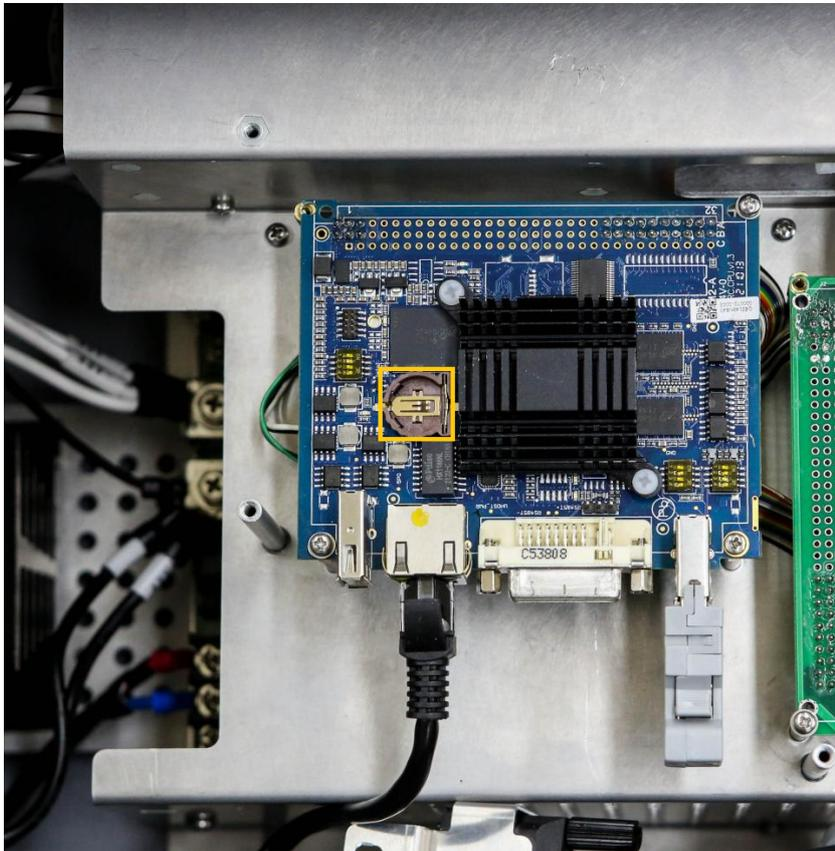

图 5-6：电池安装位置
3. 用十字螺丝刀拆下核心板上保护钣金件的 7 颗固定螺丝，取下钣金，找到核心板 3V 纽扣电池安装位置，如图 5-6 所示。